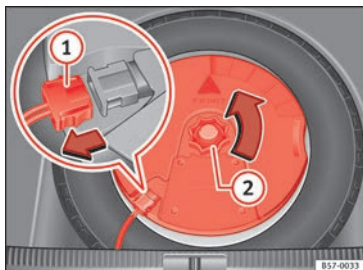

Abb. 249 Im Gepäckraum: Subwoofer ausbauen.
- Klemmen Sie das *Subwoofer*-Lautsprecher-Kabel ab » **Abb. 249 ①**.
- Drehen Sie das Befestigungshandrad entgegen dem Uhrzeigersinn heraus **②**.